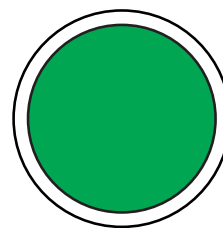

Figure 54. Bouton ON (MARCHE) du disjoncteur (MARCHE/VERT)
2. **Sur le premier générateur**, appuyez sur le bouton **ON (MARCHE)** du disjoncteur (Figure 54).
3. Sur le deuxième générateur, appuyez sur le bouton **ON (MARCHÉ)** du disjoncteur (Figure 54). La tension et la fréquence seront automatiquement ajustées. Le disjoncteur se met automatiquement en **MARCHÉ** lorsque la synchronisation est terminée.